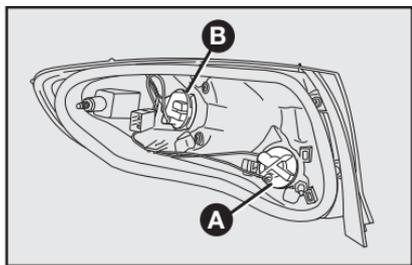

fig. 51
**A-fig. 51:** Luz de direção (seta) traseira.
**B-fig. 51:** Luz de posição traseira / luz de freio.
1) Para substituir a lâmpada da luz de direção, girar no sentido anti-horário a tampa porta-lâmpadas **A-fig. 51**, empurrar levemente a lâmpada e girá-la no sentido anti-horário. Em seguida, substituir a lâmpada e recolocar a tampa porta-lâmpada, girando-a no sentido horário.
2) Para substituir a lâmpada da luz de posição / freio, girar no sentido anti-horário a tampa porta-lâmpadas **B-fig. 51**, empurrar levemente a lâmpada e girá-la no sentido anti-horário. Em seguida, substituir a lâmpada e recolocar a tampa porta-lâmpada, girando-a no sentido horário.